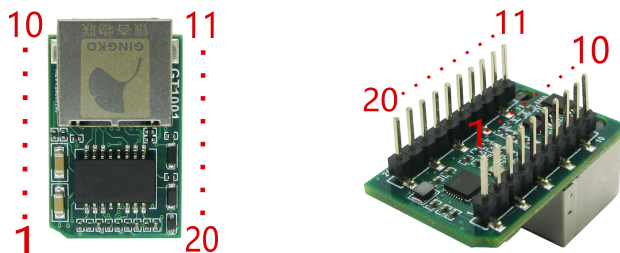
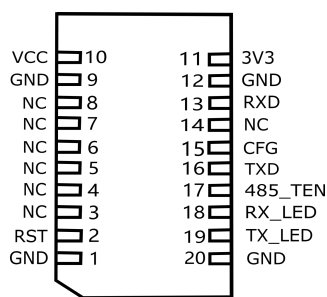

图 3-1 GT1001 实物图
图 3-2 GT1001 引脚分布图
(1) GT1001 实物如图 3-1 所示；引脚分布如图 3-2 所示；引脚功能描述如表3-1所示。